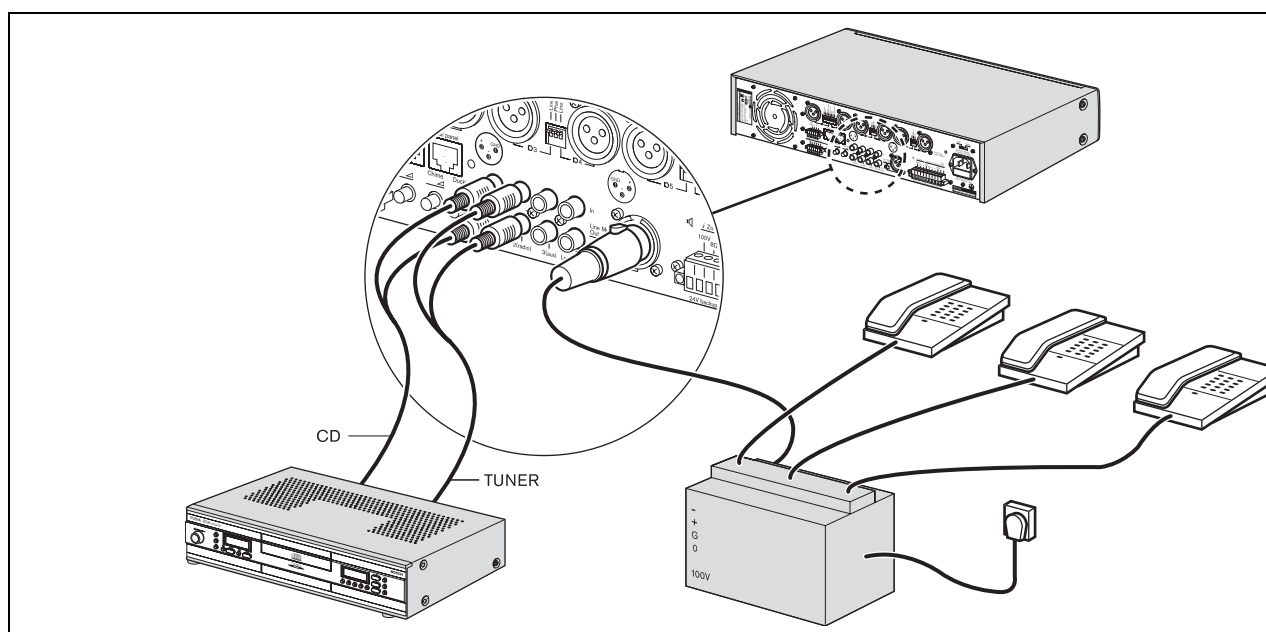

figura 4.9: Ligar entradas de fontes de música
Utilize o conector de saída principal de música (24) para providenciar uma fonte de saída de música exclusiva para outro dispositivo. Por exemplo, a saída principal de música pode ser ligada a um acoplador de telefone, para que os emissores das chamadas possam ouvir música quando são colocados em espera (consulte a figura 4.9).
Utilize a pré-saída, amp em inserção (22) equipamento de processamento de som externo (por exemplo, um equalizador ou supressor de feedback Plena) entre as fases do pré-amplificador e amplificador de potência. Consulte o figura 4.9.